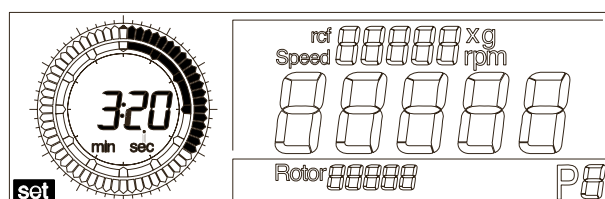

Fig. 5.9: Réglage de la durée
- Tournez le bouton rotatif gauche jusqu'à ce que « set » soit affiché à gauche en bas de l'écran (voir Fig. 5.9).
L'exemple (Fig. 5.9) montre le réglage d'une durée de 3:20 min.